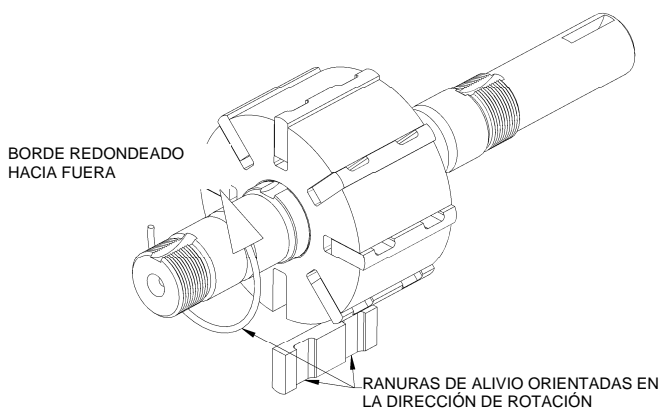
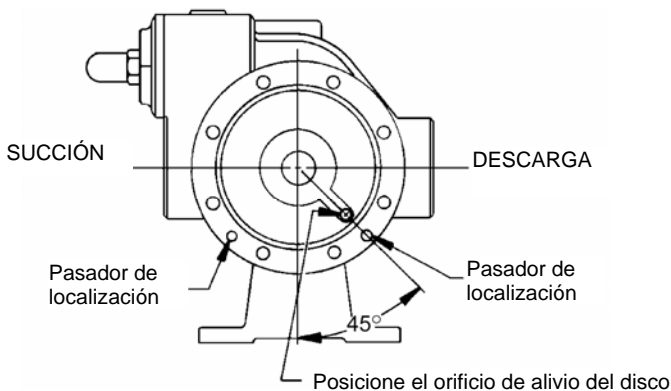

Figura 6 – Reemplazo de las paletas
Figura 7 - Ubicación de los orificios de alivio del disco
3. Gire el eje a mano hasta que una paleta (14) llegue a la posición superior (de las 12 horas) del rotor. Desmonte la paleta.
4. Instale una nueva paleta (14), asegurándose de que el borde redondeado quede HACIA ARRIBA, y que las ranuras de alivio queden orientadas hacia la dirección de rotación. Consulte la figura 6.
1. Alinee la chaveta del revestimiento con el tornillo de fijación (74) que se extiende hacia abajo, al interior de la carcasa de la bomba (12) y comience a insertar el revestimiento (41) al interior de la carcasa. La palabra "INTAKE" grabada en el revestimiento deberá quedar orientada hacia el puerto de entrada de la carcasa de la bomba. Golpee uniformemente el borde externo del revestimiento con un mazo de caucho para insertarlo completamente en la carcasa.
2. Coloque el disco (71) contra el revestimiento (41) con la cavidad del sello hacia fuera y el orificio de alivio del disco situado tal como se muestra en la figura 7.
3. Sin instalar la junta tórica del cabezal (72) ni los componentes del sello mecánico, conecte temporalmente el cabezal externo (20) y el rodamiento (24) a la carcasa (12). Instale y apriete manualmente dos tornillos prisioneros (21), separados 180 grados entre sí. Este cabezal se utilizará para sujetar y alinear el rotor y el eje (13) mientras al lado interno de la bomba está montado. **NOTA: Es una buena práctica conectar cabezales de la bomba a los mismos extremos de los cuales fueron desmontados.**
4. Antes de instalar el conjunto de rotor y eje (13), deberá determinarse la dirección de rotación de la bomba tal como se indica a continuación: Si la bomba se va a instalar del **lado derecho** con rotación **hacia la derecha**, el puerto de entrada y la válvula de alivio deberán estar a la **derecha** con el extremo de accionamiento del eje orientado hacia el observador. Si la bomba se va a instalar del **lado izquierdo** con rotación **hacia la izquierda**, el puerto de entrada y la válvula de alivio deberán estar a la **izquierda** con el extremo de accionamiento del eje orientado hacia el observador.
5. Retire las paletas (14) y las varillas de empuje (77 - si las tuviera) del conjunto de rotor y eje (13). Inspeccione en busca de desgaste y daños, y reemplace según se indica a continuación:
- a. Inserte las paletas (14) en las ranuras inferiores del rotor, con las ranuras de alivio orientadas hacia la dirección de rotación de la bomba y con los bordes redondeados hacia fuera. Consulte la figura 6.
- b. Si la bomba está equipada con el rotor de cuatro paletas y con el eje (13A), sujete las dos paletas inferiores (14) en posición mientras inserta las dos varillas de empuje (77).
- c. Después de haber instalado las paletas inferiores (14) (y las varillas de empuje (77 - si las tuviera), inserte cuidadosamente el extremo no conducido del rotor y el eje en la carcasa (12).
- d. Instale las paletas restantes (14) en las posiciones superiores del rotor.
6. Instale el disco (71) del lado interno de la bomba con la cavidad del sello orientada hacia fuera y el orificio de alivio del disco situado tal como se muestra en la figura 7.
7. Instale una nueva junta tórica del cabezal (72) en la ranura entre el disco (71) y la carcasa (12).